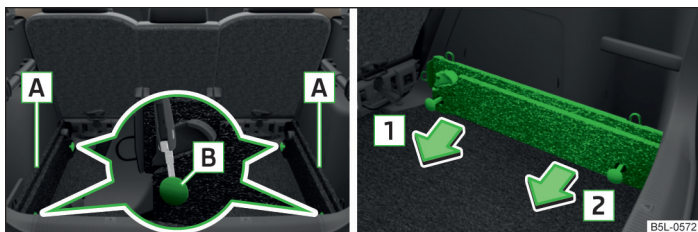

Fig. 89 Eliberarea punctelor de asigurare/Scoaterea șinelor
- Slăbiți punctele de asigurare » fig. 89 ale șinelor portante, cu cheia, respectiv cu o șurubelniță plată.
- Pe fiecare șină, apăsați ambele puncte de asigurare » fig. 89, până la limită.